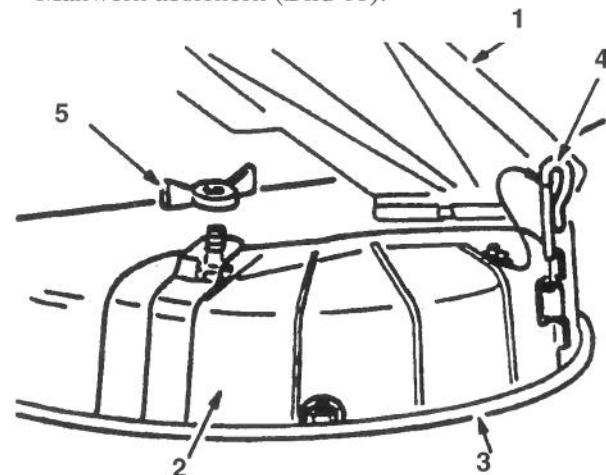

Bild 11
1. Das Prallblech anheben und die Auswurfabdeckung über die Öffnung legen, dann auf die untere Mähwerkklippe aufziehen und in das vordere Scharnier einschieben (Bild 11).
2. Den Scharnierstift durch das Scharnier schieben (Bild 11).
3. Die Auswurfabdeckung mit der Flügelmutter am Mähwerk absichern (Bild 11).